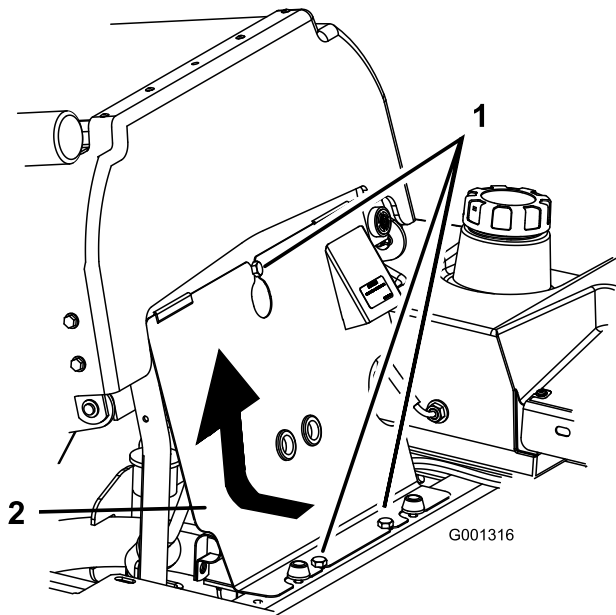

Bild 61
3. Kippen Sie den Sitz nach vorne, lösen Sie die Schrauben und entfernen Sie die vordere Motorverkleidung (Bild 61).